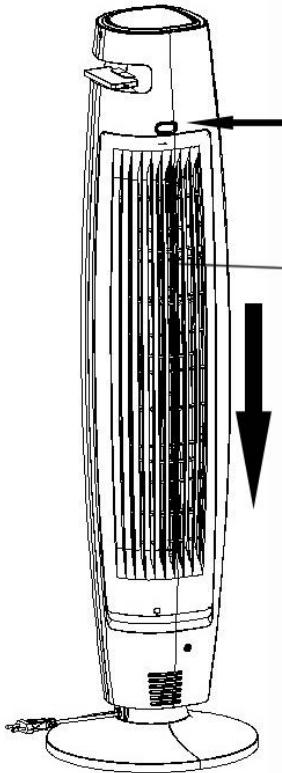

Abb. 1
- 1) Drücken Sie die „PUSH“-Taste, um das Lufteinlassgitter (a) (Abb. 1) herauszunehmen.